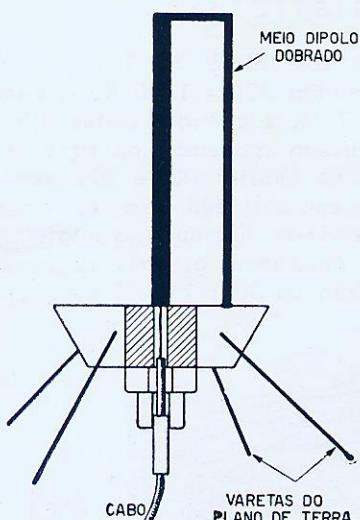

Figura 4
a) circuito de casamento na base da antena: a figura 4 ilustra um meio dipolo dobrado ($0,2\lambda$) com 4 varêtas de aproximadamente $\lambda/4$ inclinadas para baixo, servindo